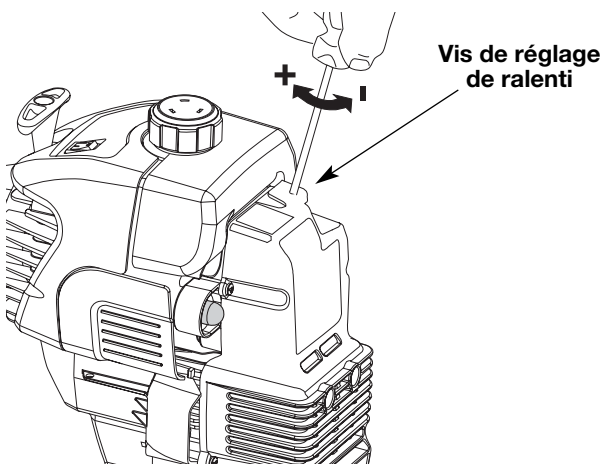

Fig. 27
Le régime ralenti du moteur est réglable par le couvercle du filtre à air/silencieux (Fig. 27).
2. Relâchez le levier d'accélérateur et laissez le moteur au ralenti. Si le moteur s'arrête, insérez à tête plate dans le trou du filtre à air/couvercle du silencieux (Fig. 27). **Vissez** la vis de ralenti de 1/8 de tour à la fois (selon le besoin) jusqu'à ce que le moteur se mette bien au ralenti.